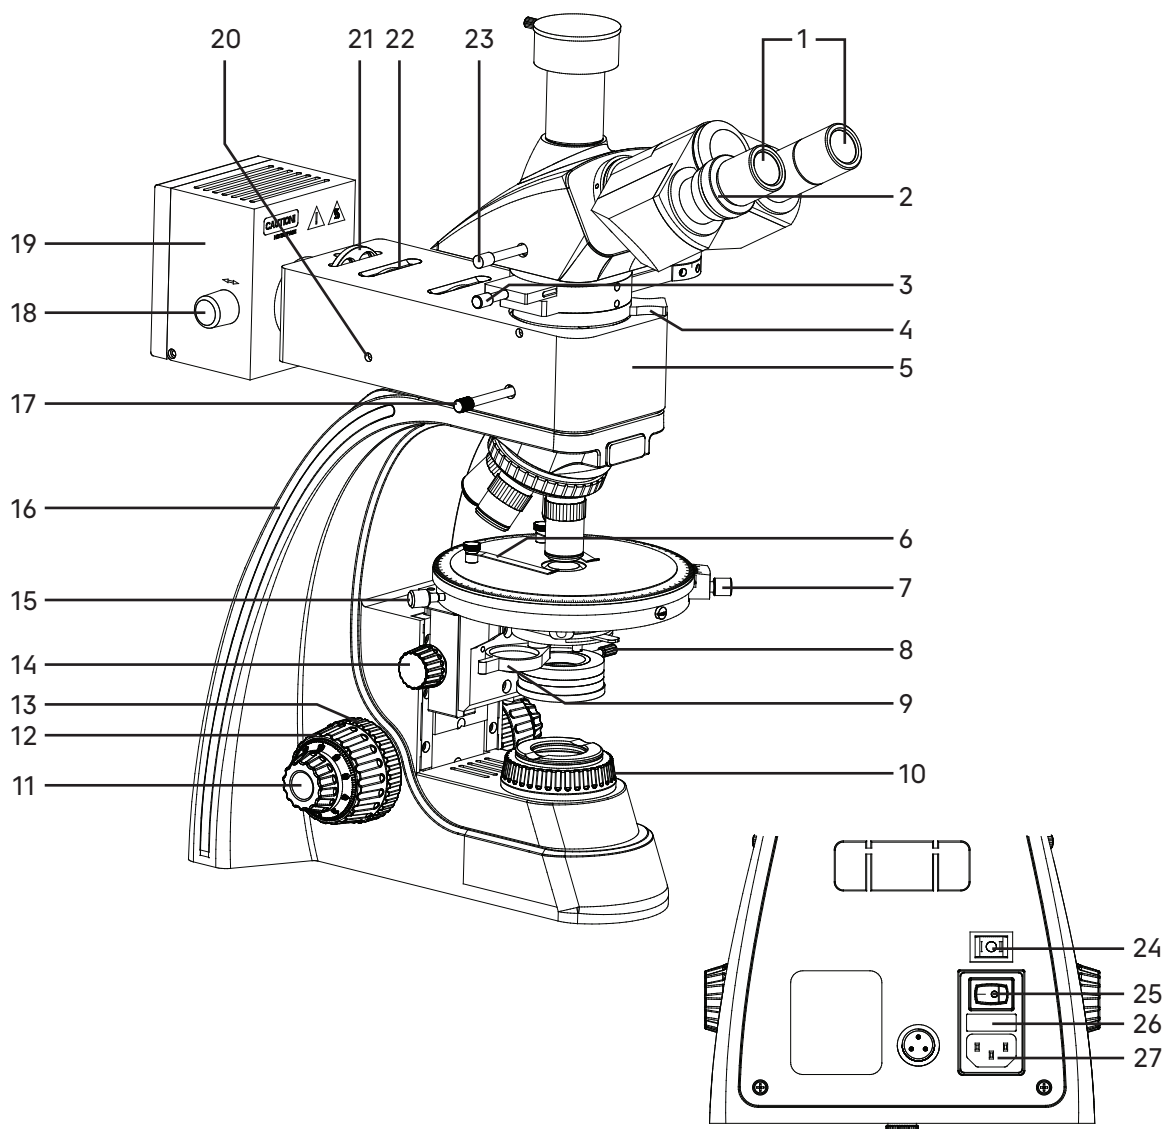
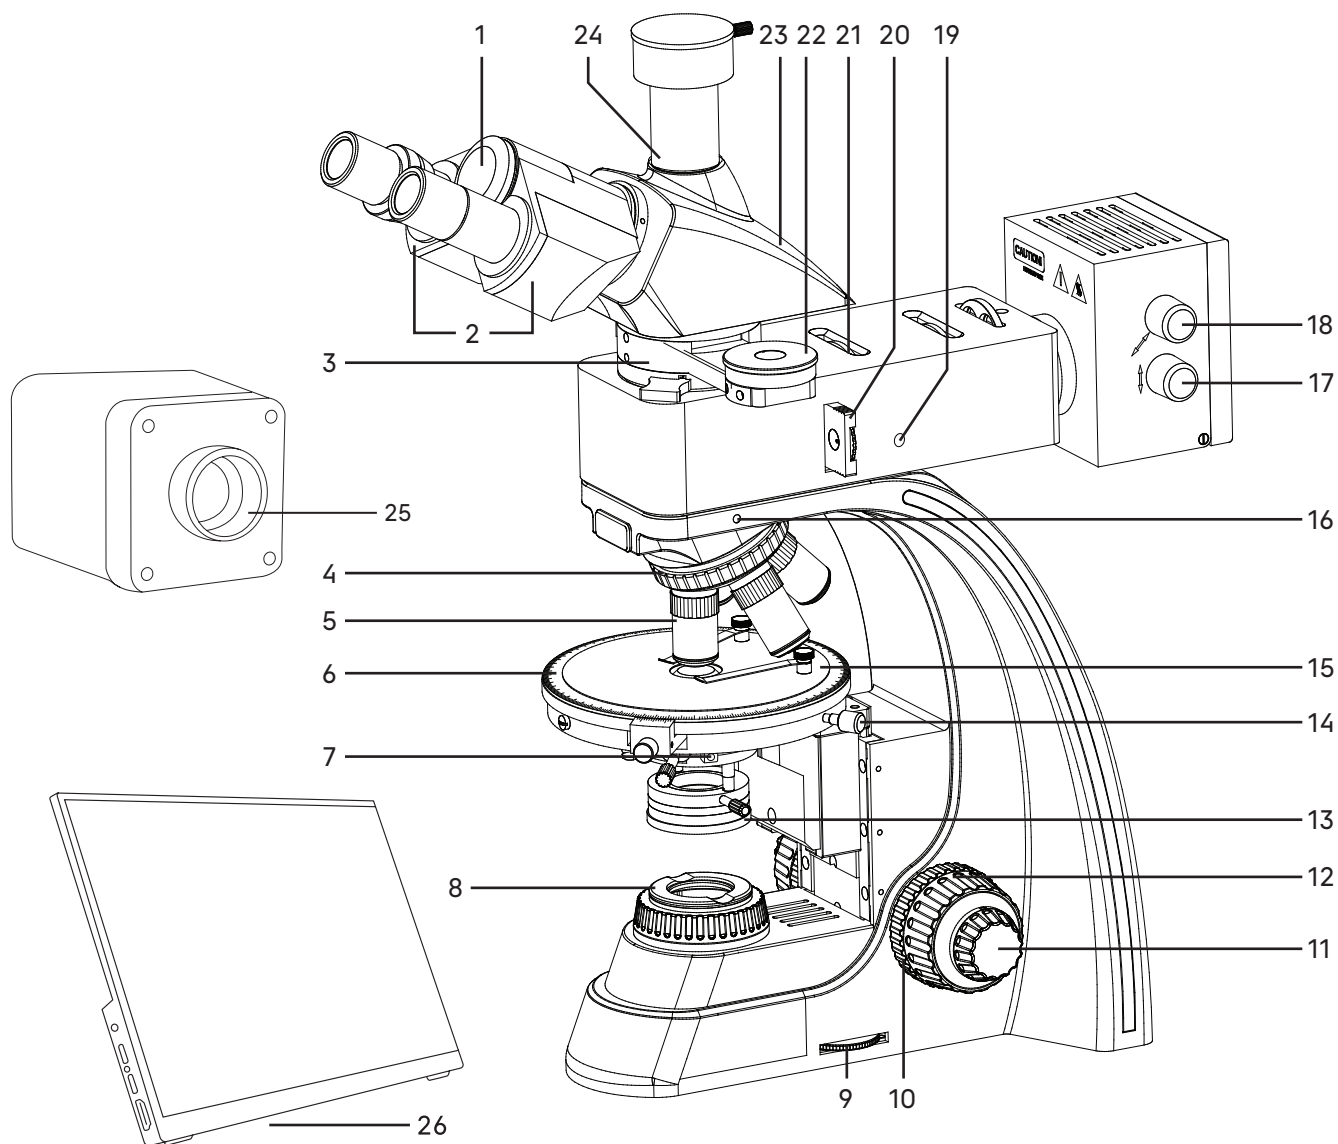

Рис. 1. Микроскоп MAGUS Pol D850 LCD. Вид слева
Рис. 2. Микроскоп MAGUS Pol D850 LCD. Вид справа
Общий вид микроскопа представлен на рис. 1 и 2.
Штатив 16 (рис. 1) имеет устойчивую эргономичную конструкцию.
- револьвер 4 (рис. 2) с объективами 5 (рис. 2);
- предметный столик 15 (рис. 2);
- кронштейн конденсора (не показан на рис. 1 и 2);
- коллектор в оправе 10 (рис. 1).
На задней стенке штатива расположены выключатель питания 25 (рис. 1), переключатель осветителя проходящего/отраженного света 24 (рис. 1), держатель предохранителя 26 (рис. 1) и разъем для сетевого шнура 27 (рис. 1), посредством которого микроскоп подключается к сети переменного тока.
На правой стенке штатива расположен диск регулировки яркости 9 (рис. 2).
Фокусировка на объект осуществляется перемещением по высоте предметного столика. Грубая фокусировка производится вращением коаксиальных рукояток 12 (рис. 1, 2), расположенных по обеим сторонам штатива.
Тонкая фокусировка производится вращением рукояток 11 (рис. 1, 2), расположенных по обеим сторонам штатива. Тонкая фокусировка требуется для более точного фокусирования на объект и для подфокусировки микроскопа на резкость изображения при смене объективов и препаратов. Цена деления тонкой фокусировки – 2 мкм.
Механизм регулировки жесткости хода грубой фокусировки 10 (рис. 2) – кольцо между штативом и рукояткой грубой фокусировки с правой стороны. С помощью кольца регулируется жесткость хода грубой фокусировки так, чтобы жесткость была комфортной для пользователя, но при этом револьвер с объективами не опускался самопроизвольно во время работы.
Механизм блокировки грубой фокусировки 13 (рис. 1) расположен с левой стороны. После завершения грубой фокусировки рекомендуется перевести рычаг в крайнее положение в направлении по часовой стрелке. Таким образом закрепится положение грубой фокусировки для быстрой рефокусировки после смены препарата.
Тринокулярная визуальная насадка 23 (рис. 2) обеспечивает визуальное наблюдение изображения объекта. Визуальная насадка устанавливается в гнездо промежуточной насадки.
Изменение межзрачкового расстояния в насадке осуществляется разворотом окулярных тубусов в пределах 48–75 мм. Значение расстояния, установленного в соответствии с глазной базой наблюдателя, отсчитывается по шкале на насадке 1 (рис. 2).
В вертикальный тубус 24 (рис. 2) корпуса визуальной насадки (канал визуализации) с помощью переходника C-mount устанавливается система визуализации с монитором. Переключение светового потока на вертикальный тубус производится рукояткой 23 (рис. 1). Рукоятка имеет два положения: 100/0 и 0/100.
В комплект микроскопа входят окуляры 1 (рис. 1) и окуляр с перекрестьем. Окуляры имеют высокое положение выходного зрачка и предназначены для работы как в очках, так и без них.
Револьверное устройство 4 (рис. 2) обеспечивает установку пяти объективов. Свободное отверстие служит для настройки положения лампы осветителя отраженного света и установки дополнительного объектива. Смена объективов производится вращением револьверного устройства за рифленую поверхность до фиксированного положения.
На корпусе осветителя находится рычаг переключения поляризации проходящего и отраженного света 17 (рис. 1). В положении «R» просмотр осуществляется в отраженном свете, в положении «Т» – в проходящем свете.
Апертурная и полевая диафрагмы осветительного устройства микроскопа, объединенные в оптическую систему, предназначены для улучшения качества изображения объекта. Настройки диафрагм должны основываться на оптических характеристиках объектива и требуемой контрастности. Апертурную и полевую диафрагмы не следует рассматривать как устройство регулировки яркости изображения. Регулировка яркости должна осуществляться посредством регулировки интенсивности освещения – при помощи рукоятки регулировки яркости галогенной лампы 9 (рис. 2).